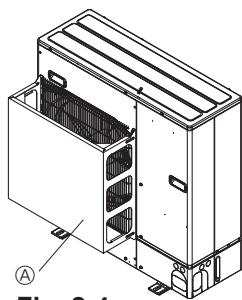

Fig. 2-4
- ② Si la unidad está situada en un lugar expuesto a vientos fuertes como huracanes que puedan entrar en la salida de aire coloque una guía para la salida de aire o una guía de aire. (Fig. 2-4)